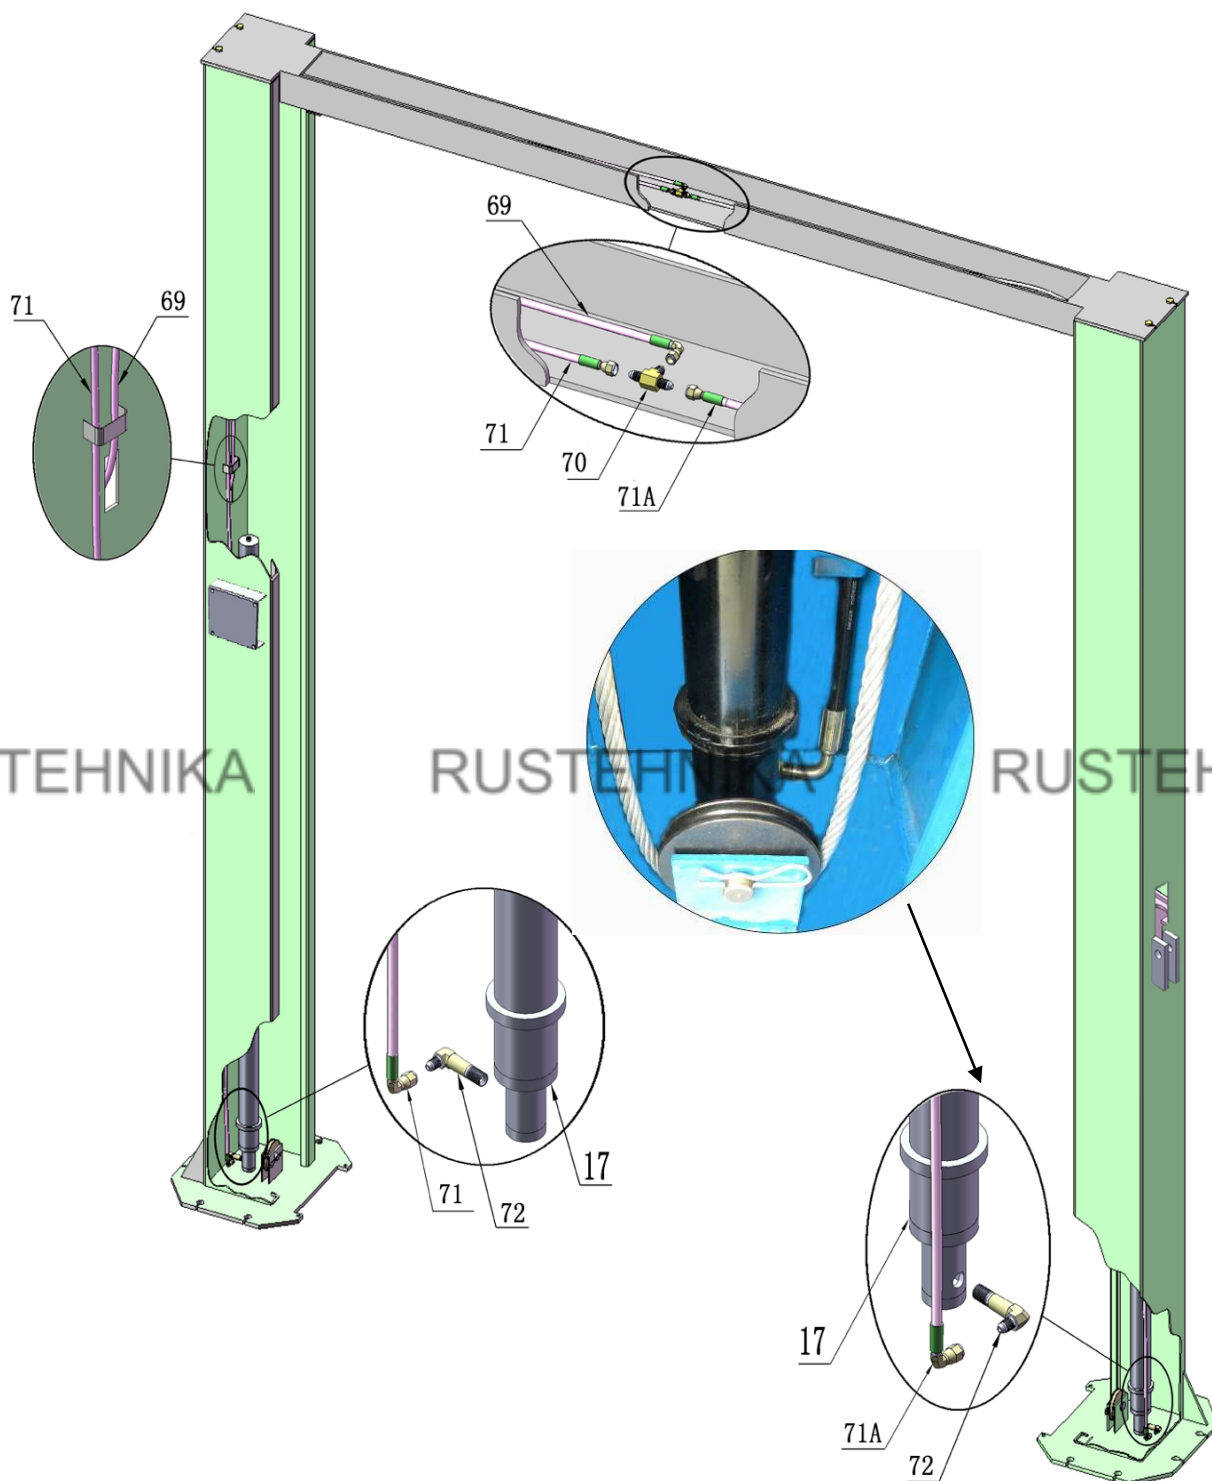

Рис. 28
2. Для модели 210СХ (Рис. 28).